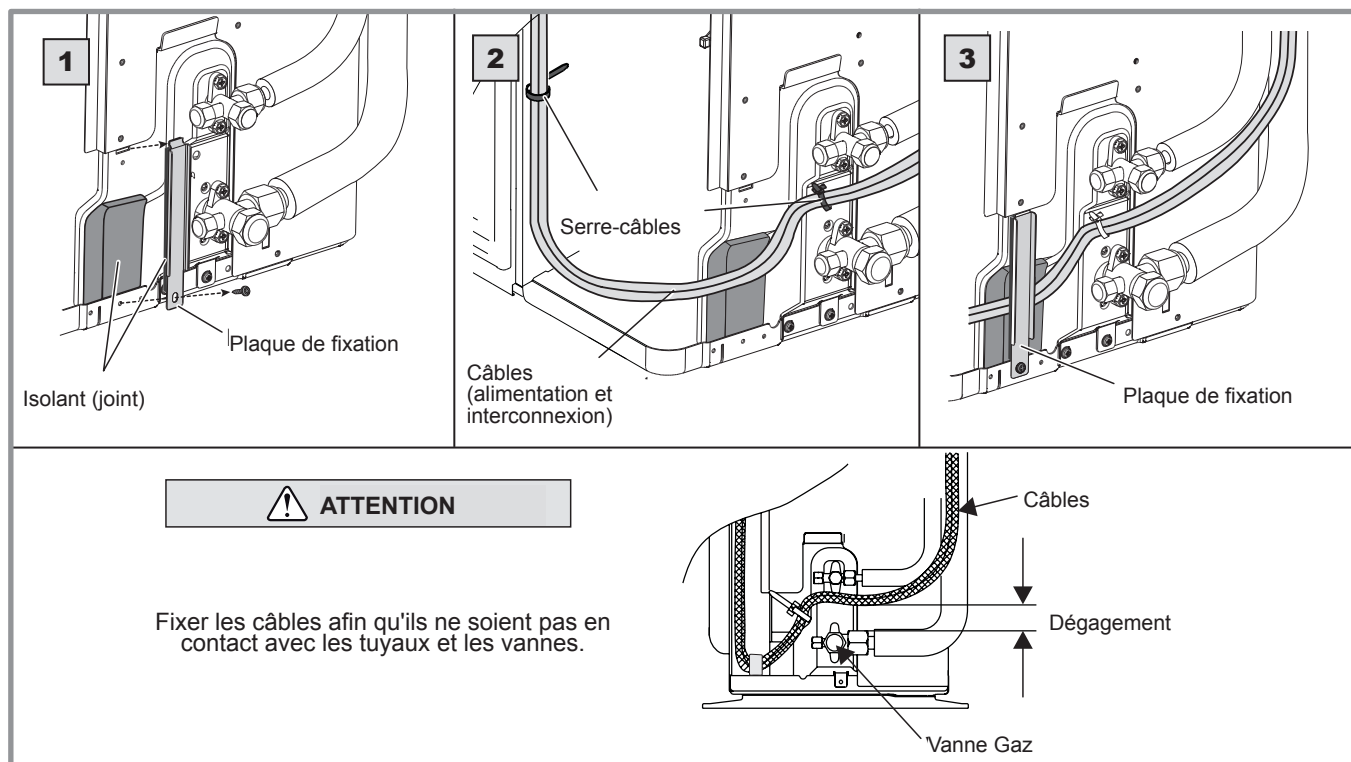

figure 36 - Finalisation de la connexion de l'unité extérieure monphasée
- Utiliser la plaque de fixation pour tenir les câbles contre la plaque isolante (figure 36).